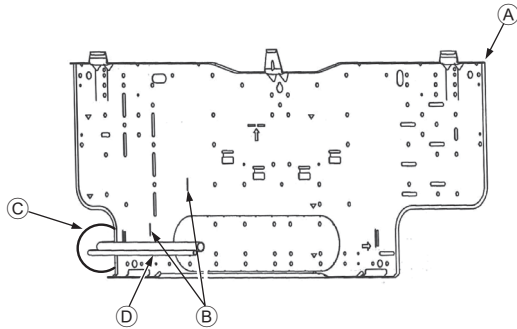

Fig. 3-5
- Tornillos de fijación (4 × 35 mm, 1-3/8 inch) ②
- Placa de montaje ①
3.3. Cuando coloque los tubos en la pared (Fig. 3-5)
- ▲ Placa de montaje ①